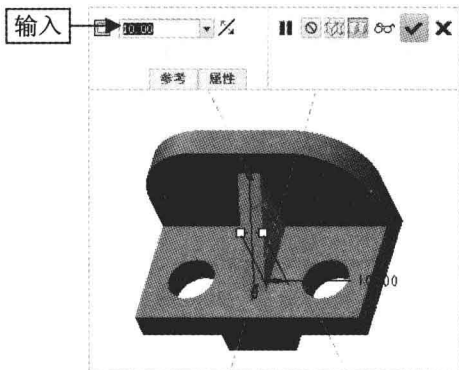

图 6-87 设置参数
Step 04 单击“关闭”面板中的“确定”按钮 ✓，退出草绘环境，返回“轮廓筋”选项卡，在“输入筋厚度值”数值框中输入 10，如图 6-87 所示。